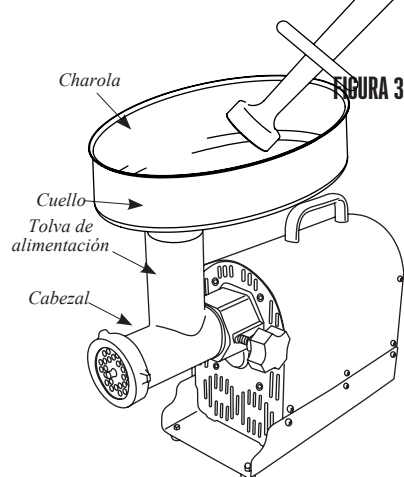

FIGURA 3
7. Inserte el cuello de la bandeja en la tolva de alimentación (FIGURA 3).
8. NUNCA opere el molino sin haber asegurado la bandeja en su lugar (Figura 3).